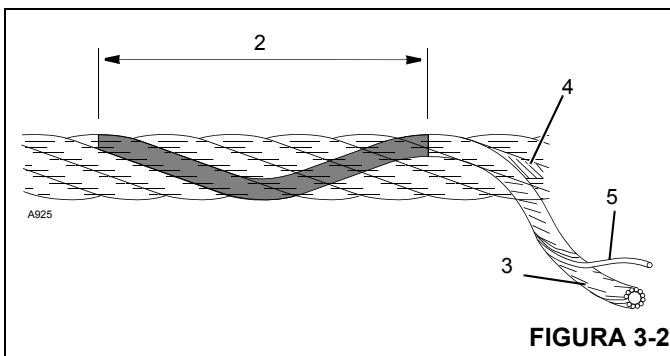

FIGURA 3-2
- Al buscar alambres rotos (5) Figura 3-2, alivie el cable, muévelo hacia afuera de los “puntos de recogida” y dóblelo lo más que se pueda. Utilice un punzón afilado para separar los alambres y trenzas (3), levantando todos los alambres que parezcan estar sueltos o que se muevan excesivamente. Los defectos del cable hacen referencia a la “longitud de sesgo” (2), que es la distancia medida a lo largo del cable en donde una trenza (3) logra una revolución completa alrededor del núcleo (4).